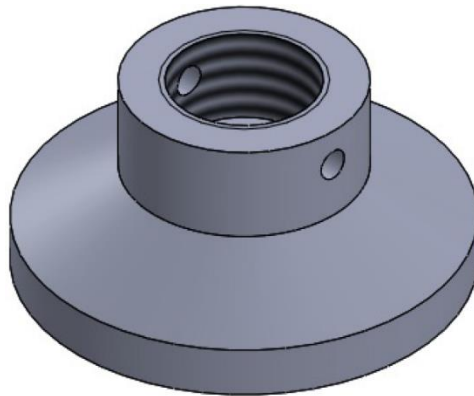

Рисунок 5.31 – Відображення декоративної різьби у затіненому режимі
- в) Додайте декоративну різьбу, як показано на рисунку 5.30, а потім змініть стиль її відображення на затінену різьбу (рис. 5.31).
11. Натисніть **OK** у діалоговому вікні; декоративна різьба, нанесена на модель, буде відображатися у затіненому режимі (див. рис. 5.31).